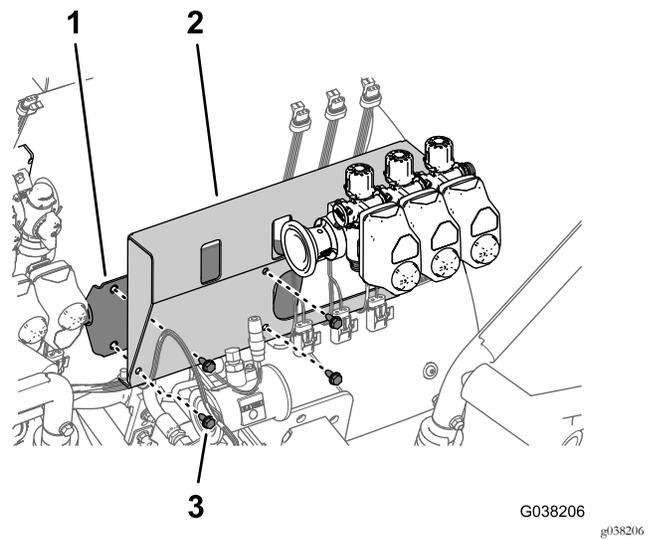

図 49
1. ブームバルブ用ブラケットにある4つの穴を、マウントの4つの穴に合わせる 図 49。
2. ブームバルブ用ブラケットを、ブラケットマウントに取り付ける 図 49 ステップ 1 ブームバルブ、給液ホース、ブームバルブマウントを外す (ページ 12) で取り外したフランジヘッドボルト (5/16 x ¾ インチ) 4本を使用する。